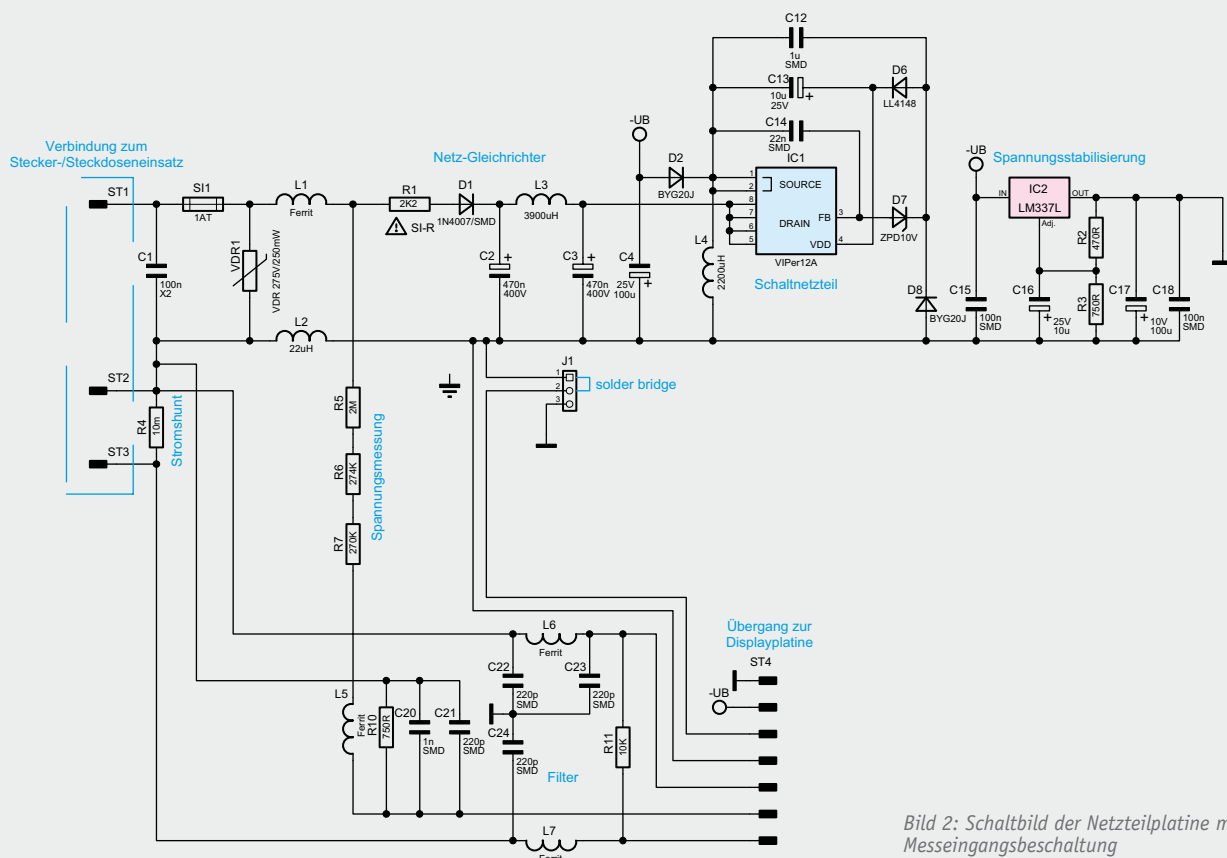
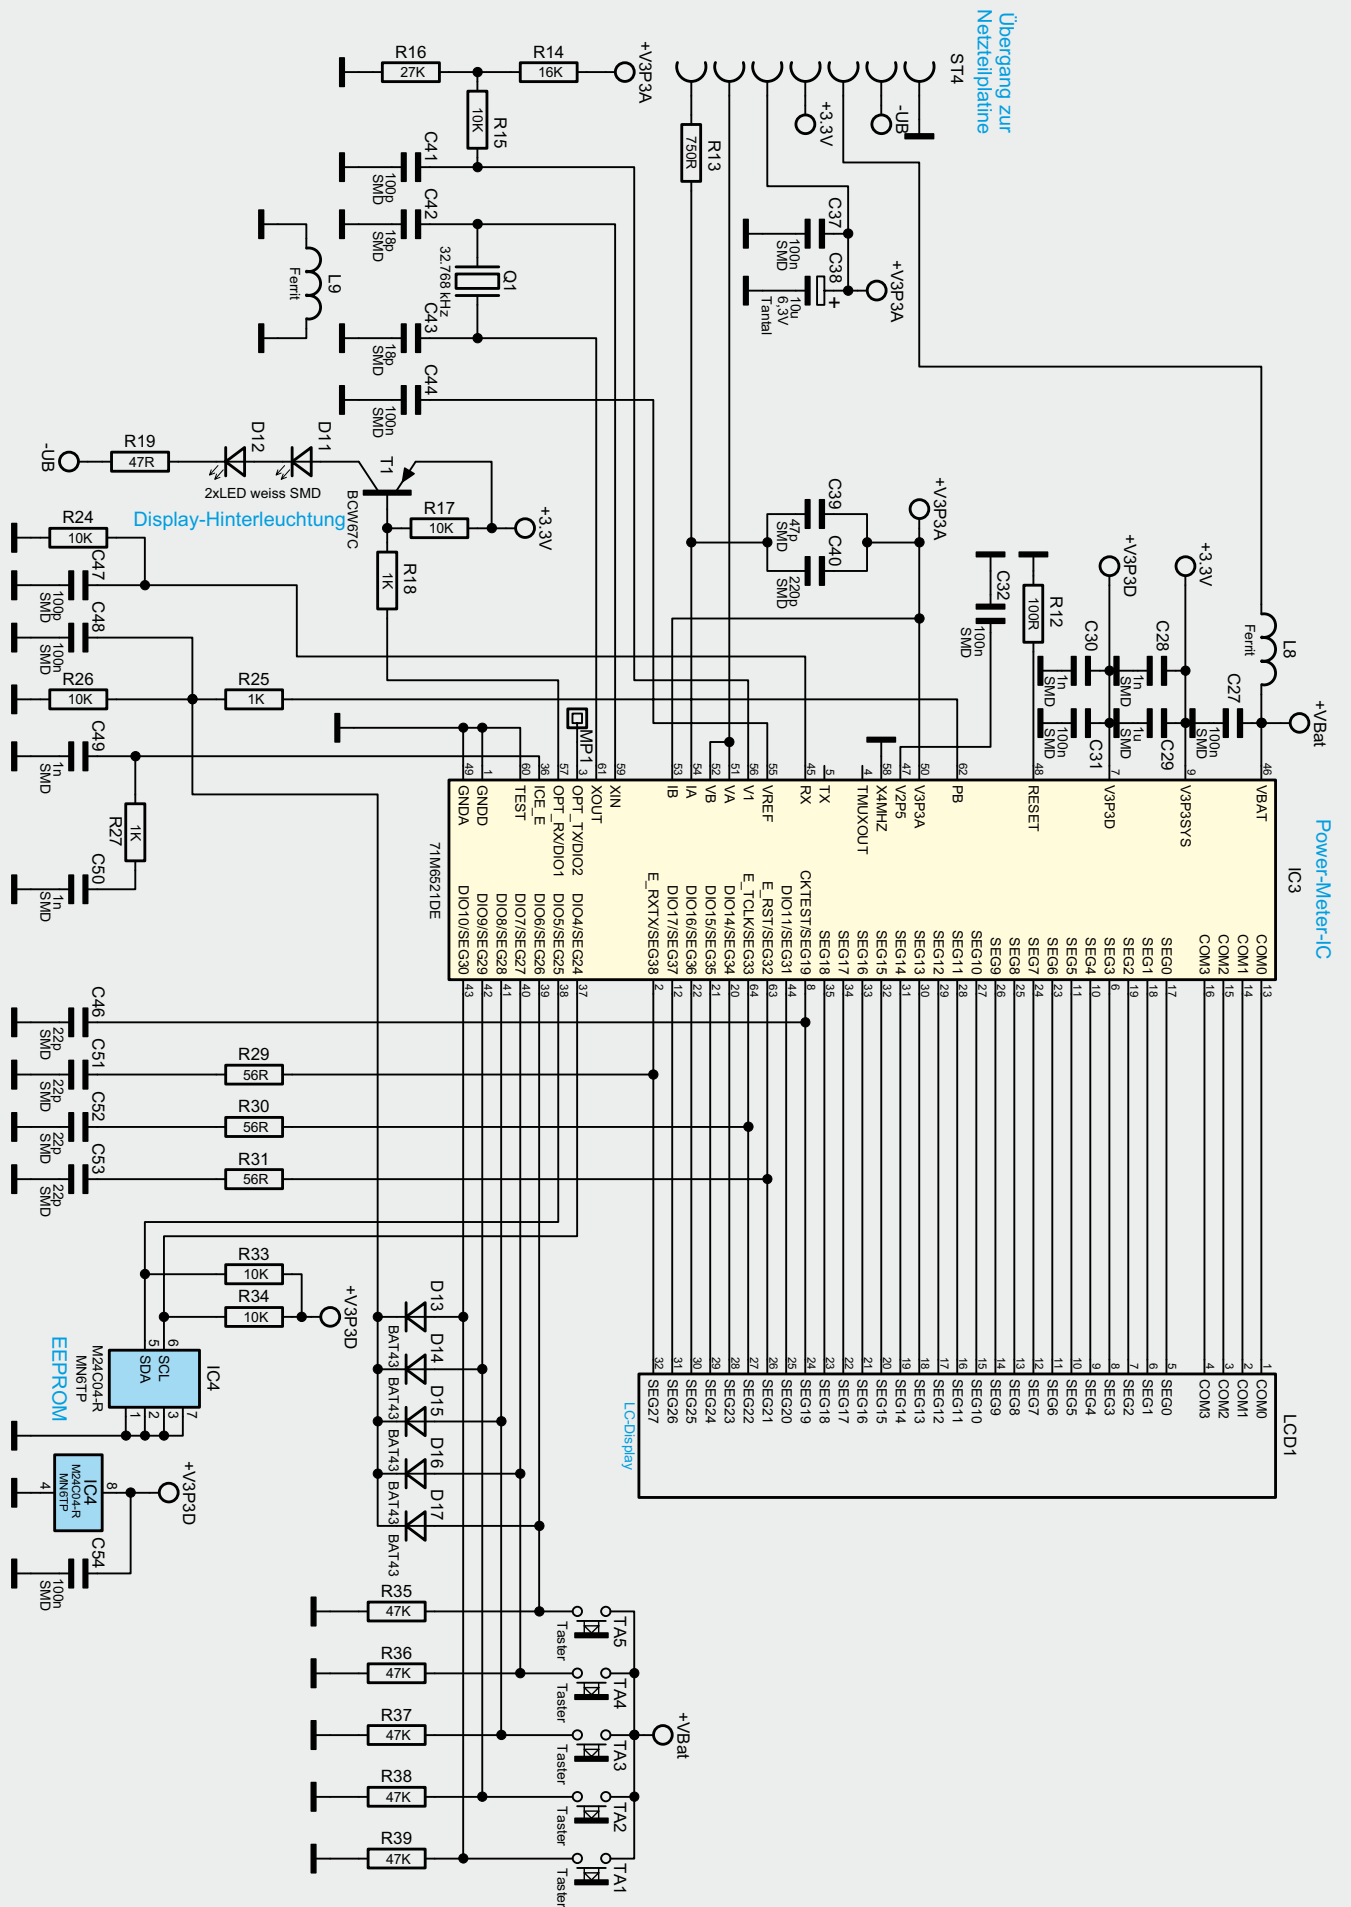
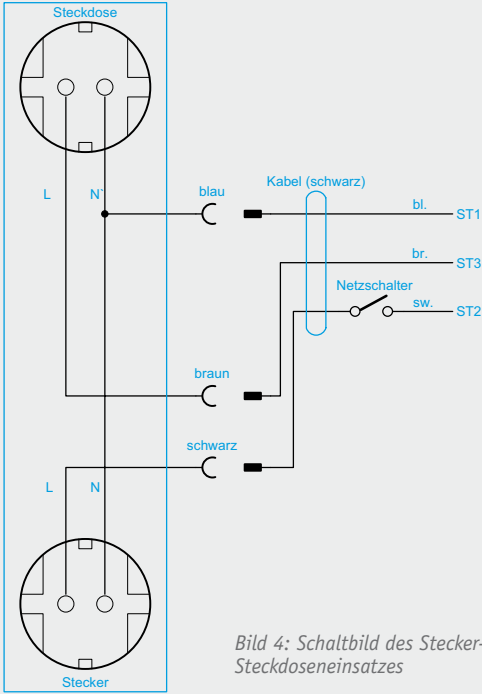

Bild 2: Schaltbild der Netzteilplatine mit Messeingangsbeschaltung
Bild 3: Hauptschaltbild mit Energie-Messchip und LC-Display
Bild 4: Schaltbild des Stecker-/Steckdoseneinsatzes
Entsprechend der im Gerät vorhandenen Leiterplatten ist das Gesamtschaltbild des Anzeigergerätes in zwei Teilschaltbilder (Bild 2 und 3) aufgeteilt und das dritte Schaltbild (Bild 4) zeigt die einfache Verschaltung der Stecker-Steckdosen-Einheit.
Die Erfassung der Messwerte (Netzspannung und Laststrom) ist zusammen mit einem effizienten Schaltnetzteil in Bild 2 zu sehen, und Bild 3 zeigt das komplexe „Power-Meter-IC“ mit zugehöriger Peripherie, die Bedienelemente und das LC-Display.
Betrachten wir zuerst die Messwerterfassung und Spannungsversorgung in Bild 2, wo die 230-V-Netz-Wechselspannung über ST1 und ST3 (Stecker der Stecker-Steckdosen-Einheit beim Energy Master Expert II) zugeführt wird. Zum besseren Verständnis sind die Netzanschlüsse zwar mit Leiter (L) und Neutralleiter (N) beschriftet, wobei die tatsächliche Polarität aber keine Rolle spielt. Um für die Beschreibung eine eindeutige Zuordnung zu erhalten, gehen wir von der im Schaltbild angegebenen Polarität aus. Der Neutralleiteranschluss des 230-V-Wechselstromnetzes ist direkt mit dem entsprechenden Neutralleiteranschluss des Verbrauchers verbunden und in der Leitung des Leiters befindet sich der Stromshunt R4. Der Be-
Zur Versorgung des Power-Meter-ICs und aller weiteren Stufen liefert der Ausgang des sehr präzisen Negativ-Spannungsreglers (IC2) stabilisiert -3,3 V, wobei der Ausgang in dieser etwas ungewöhnlichen Schaltung Massepotential entspricht. Am Ausgang dient C17 zur Pufferung und C18 zur hochfrequenten Störunterdrückung. Über den Steckverbinder ST4 gelangt die vom Netzteil gelieferte Spannung zum Power-Meter-IC in Bild 3.
Direkt an den Versorgungspins von IC3 in Bild 3 verhindern Staffelblockungen (C27 bis C29) hochfrequente Störeinflüsse, wobei über einen chipinternen Schalter entweder die an Pin 9 anliegende Spannung
Bei sehr genauen Messungen im Netzspannungsbereich hat man grundsätzlich mit Störungen zu „kämpfen“, die dem Netz überlagert sind. Entsprechend aufwändig und umfangreich sind die erforderlichen Entstörmaßnahmen und Filter, und auch hinsichtlich EMV sind mehr Maßnahmen erforderlich als bei vielen anderen Schaltungen. Hochfrequente Störeinflüsse werden zum einen durch „Staffelblockungen“ an den entsprechenden Versorgungsanschlüssen verhindert und zum anderen durch Filter-Maßnahmen im Bereich der Messeingänge in Bild 2.
Die Platinenanschlusspunkte ST1 bis ST3 des Energy Master Expert II sind über den im Gehäuse integrierten Netzschalter mit der in Bild 4 dargestellten Stecker-Steckdoseneinheit verbunden. Beim Energy Master Expert I wird die blaue Leitung fest am Neutraleiter angeschlossen, die braune zum Verbraucher verdrahtet und die schwarze Leitung mit dem Leiter verbunden. Von hier aus gelangt die 230-V-Netz-Wechselspannung dann zum Netzschalter des Energy Master Expert I.
Bild 2: Für die Erstellung von Farbverläufen muss man nicht unbedingt einen Farbverlauf selbst zusammenstellen, ein Farbverlaufsgenerator kann dies auf einfache Weise erledigen.
Hier können auch Farbverläufe automatisch und damit sehr einfach erzeugt werden (Bild 2). Dabei sind der Startpunkt im Koordinatensystem des Würfels, an dem der jeweilige Wechsel beginnen soll, die Anzahl der Bilder je Durchlauf der Farbskala, Farbsättigung und Helligkeit einzugeben. Wahlweise kann die normale Farbreihenfolge auch invertiert werden.